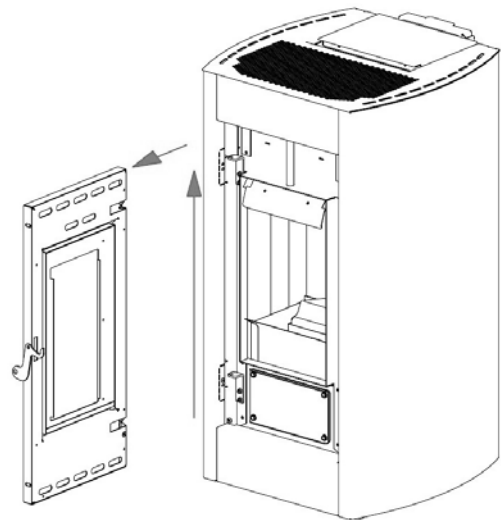

Fig. 33 - Verwijdering van de deur
- De deur heffen zodat de deurpinnen uit de beugels van de structuur komen (zie **Fig. 33**).